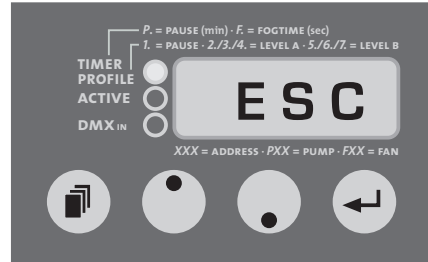

Fig. 9: Abandon du profil
- e) Pour quitter le menu, pressez la touche Mode jusqu'à ce que „ESC” s'inscrive sur l'afficheur (fig. 9), pressez ensuite la touche Entrée [16]. Vous vous trouvez à présent dans le menu principal.